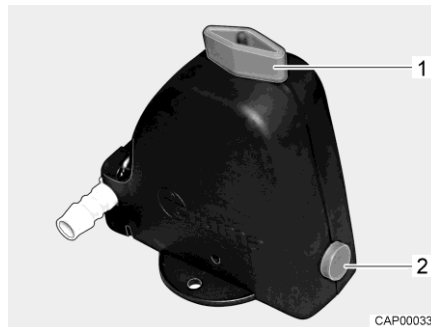
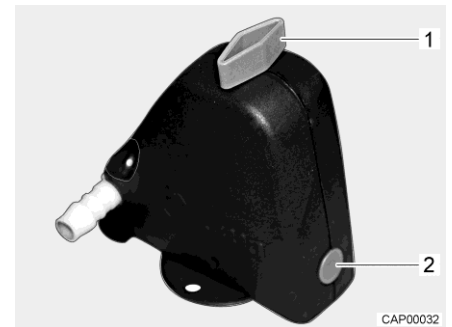

Bild 93 Säkerhets-/avtappningsventil öppen
Bild 94 Säkerhets-/avtappningsventil stängd
- Stäng säkerhets-/avtappningsventilen. Ställ vredet (Bild 93,1) diagonalt mot säkerhets-/avtappningsventilen och tryck in tryckknappen (Bild 93,2). Den stängda säkerhets-/avtappningsventilen visas i Bild 94. Vid temperaturer lägre än 6 °C kan säkerhets-/avtappningsventilen inte stängas.